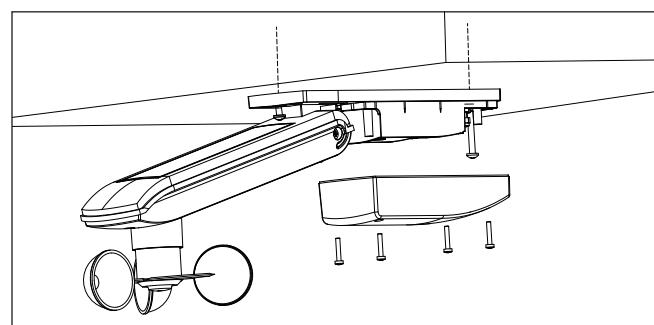

Abb. 6 Deckenmontage
- Befestigen Sie die Wetterstation mit den beiliegenden Schrauben und Dübeln wie abgebildet auf einem ge-eigneten Untergrund (Abb. 6).